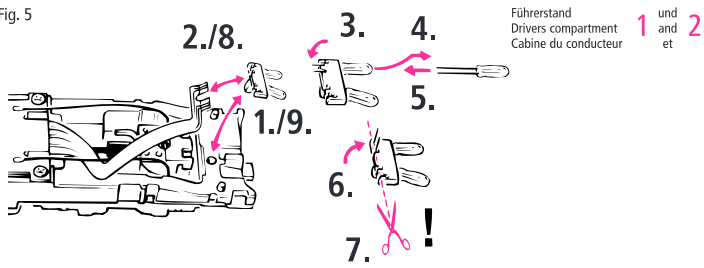

Fig. 6
5. Haftreifenwechsel: Zuerst den Getriebedeckel abnehmen (Fig. 6). Danach den **Radsatz** herausnehmen und den **Haftreifen** mit einer Nadel oder mit einem feinen Schraubendreher abziehen. Beim Aufziehen des neuen Haftreifens bitte darauf achten, dass dieser sich **nicht verdreht**.
5. Échange des bandages d'adhérence: Démontez d'abord le **couvercle du carter** des engrenages (fig. 6). Delogez ensuite les essieux bandagés et enlevez, à l'aide d'une aiguille ou d'un tourne-vis fin les bandages d'adhérence. Lors du montage des nouveaux bandages veuillez à ce que les bandages **ne soient pas tordus**.
5. Change of traction tyre: Remove bogie blind (fig. 6). Take out **wheel set** and remove **traction tyre** using a pin or a fine screwdriver. When pressing on the new traction tyre please **avoid twisting** it.